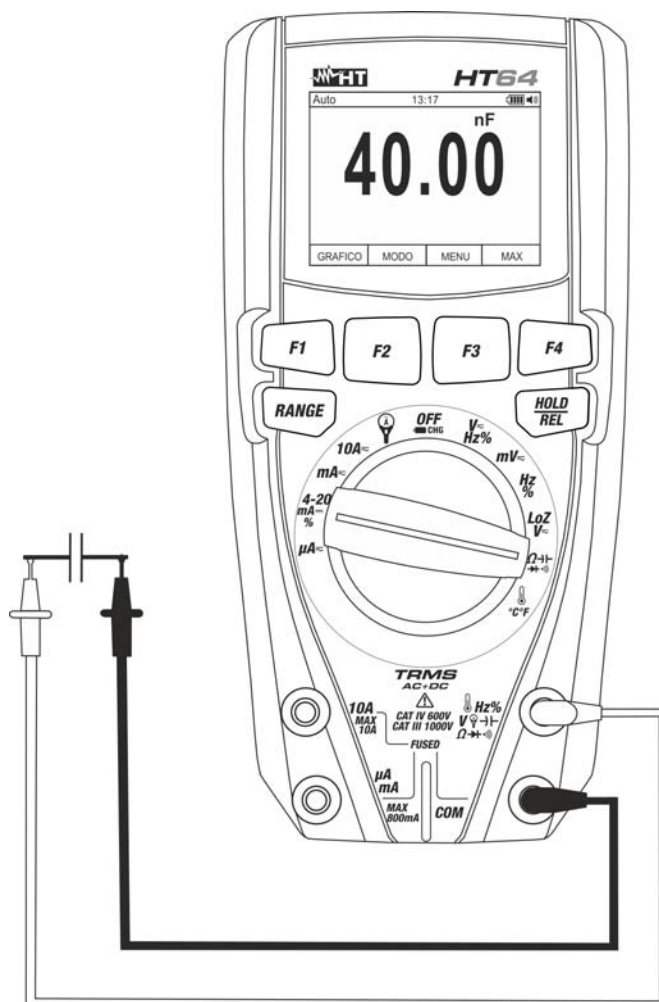

Fig. 28: Uso dello strumento per misura di Capacità
5. Posizionare i puntali ai capi del condensatore in esame rispettando eventualmente le polarità positive (cavo rosso) e negative (cavo nero) (vedere Fig. 28). Il valore è mostrato a display. **In funzione della capacità, lo strumento potrebbe impiegare circa 20s prima di visualizzare il valore finale corretto.** La barra grafica non è attiva in questa funzione